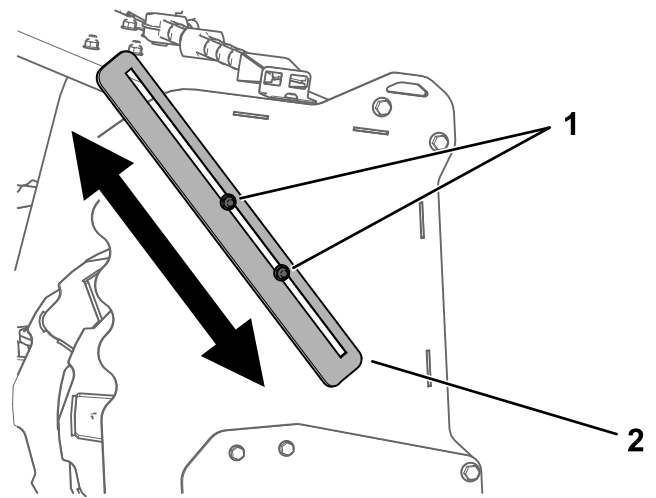

Figura 23
3. Afloje las 2 tuercas de cada barra de corte y ajuste la barra según sea necesario (Figura 23).